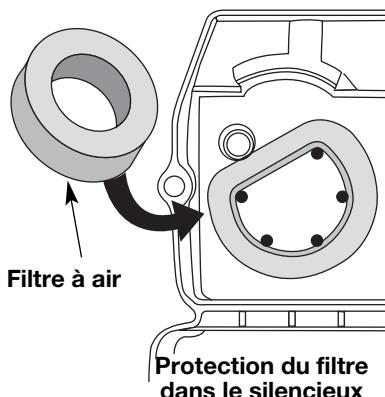

Fig. 24
2. Retournez le couvercle et inspectez l'intérieur pour repérer le filtre à air. Retirez le filtre à air de l'intérieur du couvercle du filtre à air/silencieux (Fig. 24).
6. Replacez le filtre à l'intérieur du couvercle du filtre à air/silencieux (Fig. 24).